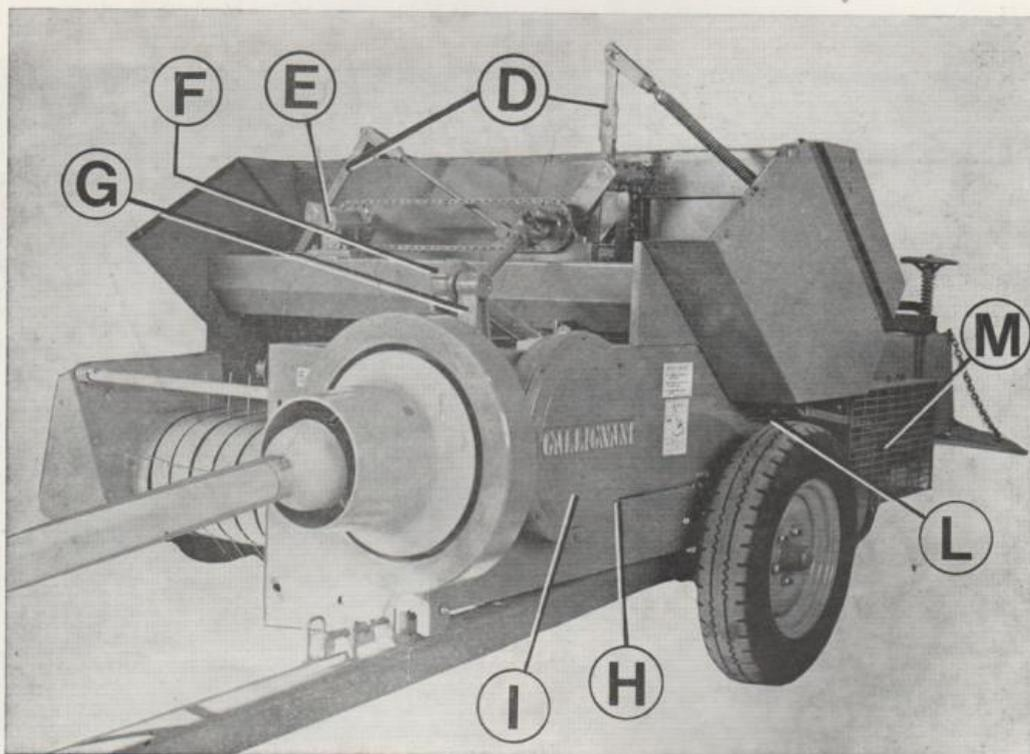

Fig. 4
- Toutes les articulations des fourches d'alimentations (voir fig. 4);
- Support bielle (voir fig. 4);
- Support fourches d'alimentation droite et gauche (voir fig. 4);
- Verrou de sécurité des aiguilles (voir fig. 4);
- Porte-aiguilles (voir fig. 4);
- La Boite d'engrenages du réducteur (voir fig. 4), contrôler le niveau de l'huile, il doit atteindre de hauteur du bouchon de niveau;